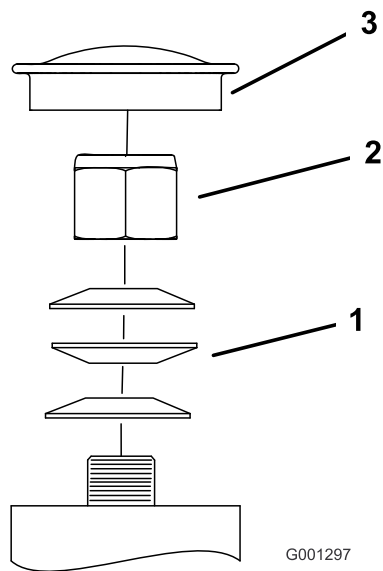

Figura 60
3. Retire el tapón anti-polvo de la rueda giratoria y apriete la contratuerca (Figura 60).
4. Apriete la contratuerca hasta que las arandelas de muelle estén planas, luego afloje 1/4 de vuelta para establecer la pre-carga correcta de los cojinetes (Figura 60).
Importante: Asegúrese de que las arandelas de muelle estén correctamente instaladas, según muestra Figura 60.
5. Coloque el tapón guardapolvo (Figura 60).